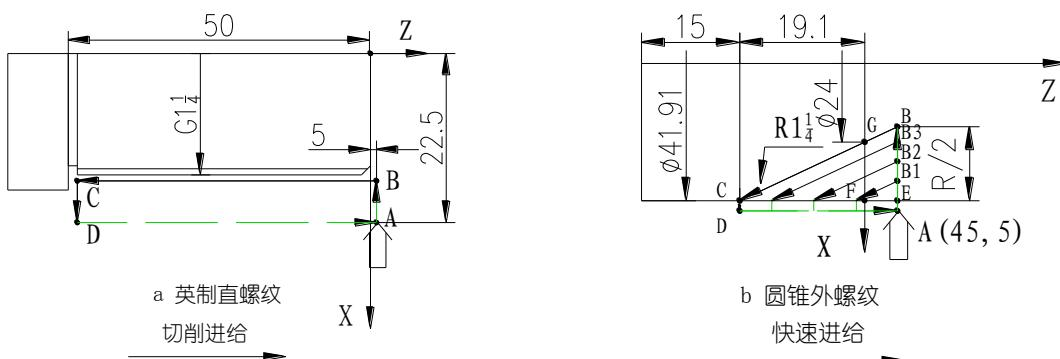

图 4-15-8
如下图 4-15-8:
**例 1:** 加工图 4-15-8 a 所示的英制圆柱管螺纹。(G1  $\frac{1}{4}$ : 牙数 11, d=41.910, d2=40.431, d1=38.952)
**例 2:** 加工图 4-15-8 b 所示的圆锥外螺。( $R1 \frac{1}{4}$ : d=41.910, d2=40.431, d1=38.952, P=2.309, 螺纹有效长度 19.1)